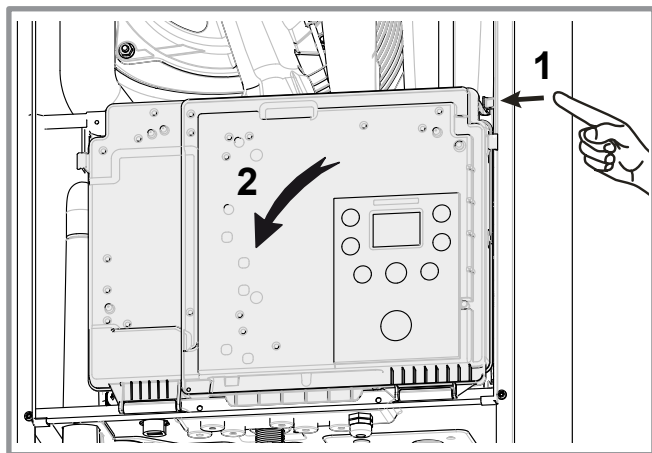

figure 30 - Basculement du coffret électrique
- Pivoter le coffret électrique (figure 30),